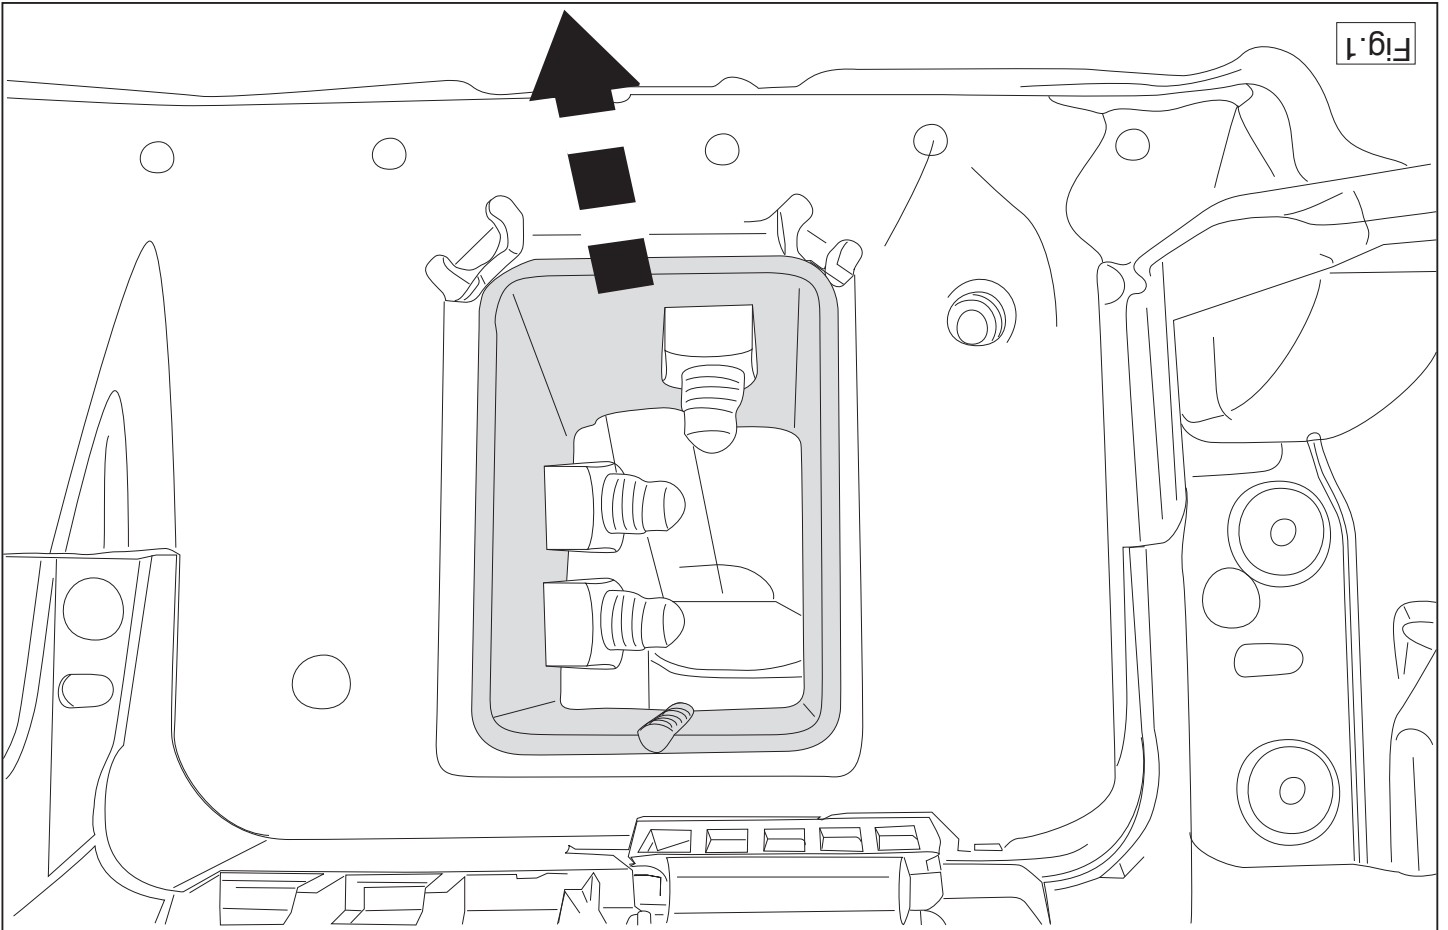

Fig.1
6. Remove the reinforcement tube from the chassis members. (fig 1)
6. Das Verstärkungsrohr aus dem Fahrgestellträger abmontieren. (Abbildung 1)
6. Démonter le tube de renfort des poutres du châssis. (figure 1)